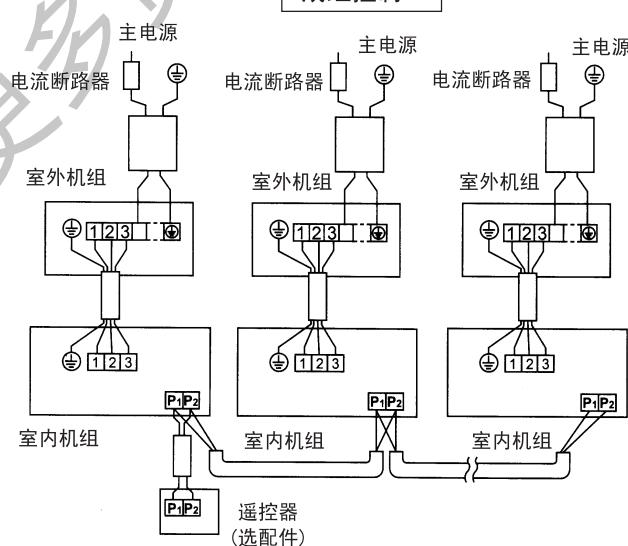

图27
- 成组控制型：一只遥控器控制多达16台室内机。（所有室内机都受遥控器控制）（参见图27）